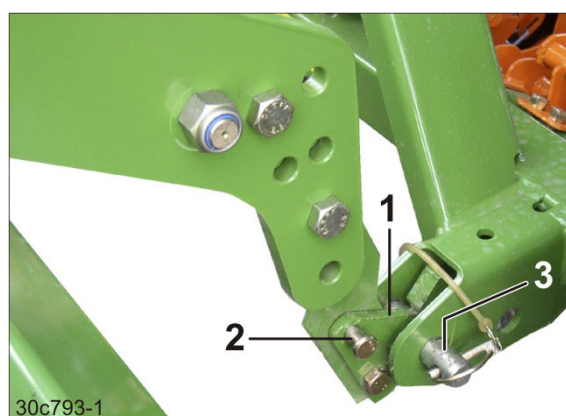

Fig. 89
2. Quitar el seguro de las bridas de seguridad (Fig. 89/1).
- 2.1 Extraer los pernos (Fig. 89/2).
5. Levantar los puntos de articulación inferiores (Fig. 89/3) de la sembradora con los ganchos de sujeción.
7. Girar las bridas de seguridad (Fig. 89/1) y fijarlas con un perno (Fig. 89/2). Asegurar los pernos con pasadores clavija.